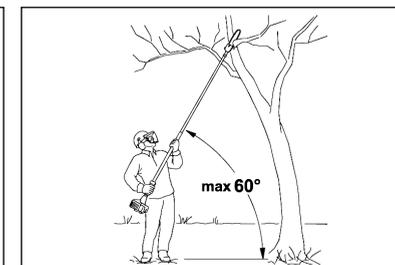

Fig. 24
- > Ne levez jamais l'appareil à un angle de plus de 60° par rapport à l'horizontale. Faute de quoi vous vous mettez potentiellement en danger (fig. 24).